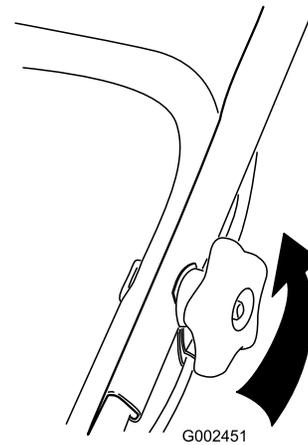

Figure 52
1. Desserrez les boutons du guidon jusqu'à ce que la moitié supérieure bouge librement (Figure 52).